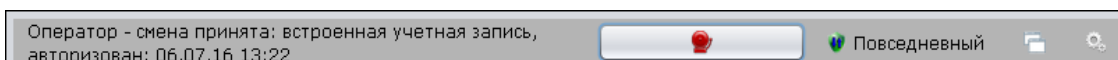

Рис. 89
9.2.3. «Показывать текущий уровень охраны в заголовке» - при установке данной галочки текущий уровень охраны будет отображен в заголовке программы «Оператор» (Рис. 89)